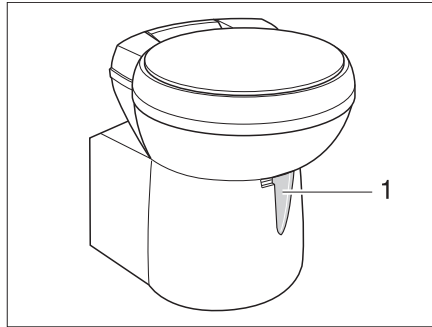

Bild 351 Thetford-toalettskål, svängbar
- Öppna spjället på Thetford-toaletten före spolning. Skjut för detta spjällspaken (Bild 351,1) moturs.